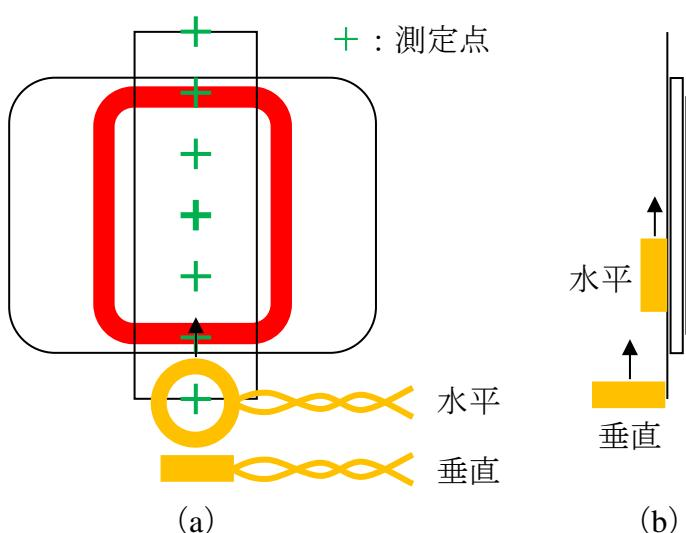

図 5.1 磁界強度測定方法
磁界強度の測定方法を図 5.1 に示します。
- ①配布した方眼紙の中心をアンテナの中心に合わせ、テープなどで固定してください。
- ②図 5.1 (a) に示すように、アンテナに対し検出用コイルを水平にして、アンテナの中心から±30mm の間を 10mm 間隔で移動させます。
- ③図 5.1 (b) に示すように、検出用コイルはアクリル板に添わせてください。
- ④各点において、オシロスコープで観測できる信号電圧のピークトゥピーク値を測定してください。
- ⑤検出用コイルを垂直にして、同様に測定してください。